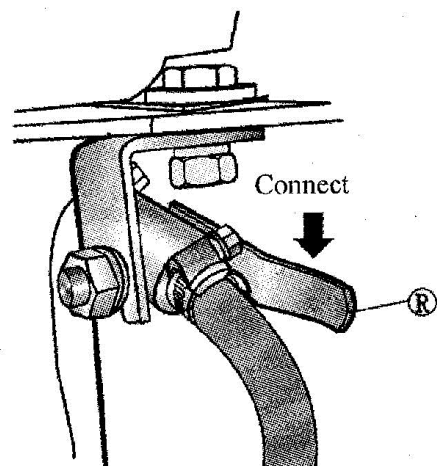

Рис. 4.7 – переключатель маслопровода
- (1) Перед запуском двигателя убедитесь, что он правильно подключен и акселератор плавно работает; долейте охладитель согласно требованиям; проверьте уровень масла в двигателе; плотно ли сидят патрубki, и нет ли утечки.
- (2) Опустите ручку клапана подачи топлива (R) в горизонтальное положение, для подключения маслопровода (см. рис. 4.7)